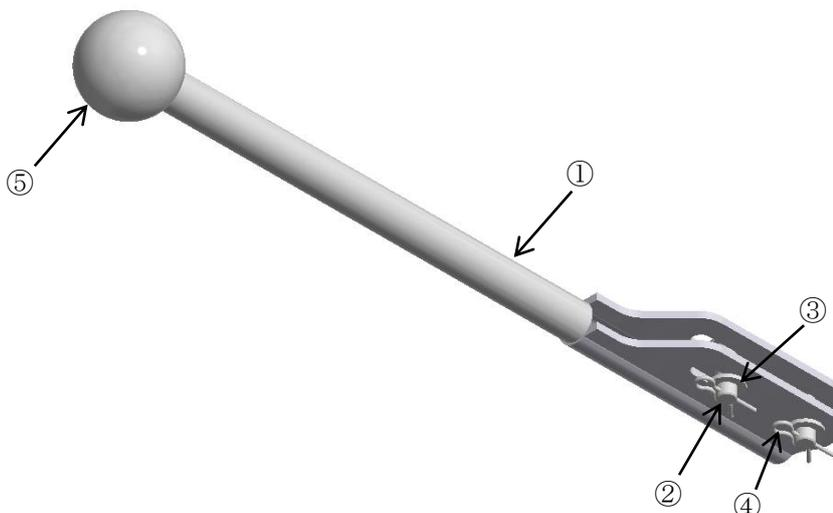

図 4-3 ハンドル部品一式(品番 2371-3-171167-XX)
- ご注文の連数により、ハンドルの形状が図 4-3 と異なります。
- 手順2 本製品の本体およびハンドル部品一式が梱包されていることを確認します。開封時にはハンドル部品一式は図 4-3 のように組み立てられています。梱包内容と表 4-1 の内容、および個数が合っていることを確認します。